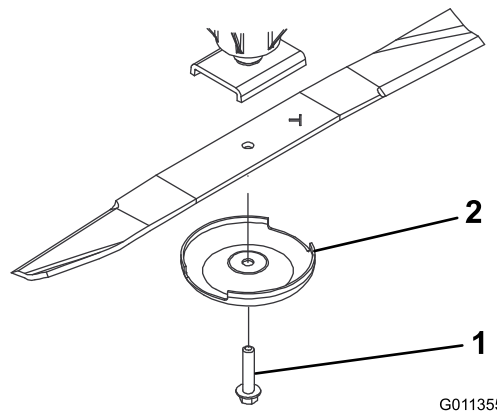

Figure 85
2. Tenez la lame par son extrémité avec un chiffon ou un gant épais. Enlevez le boulon, la coupelle de protection et la lame de l'axe de pivot (Figure 85).
3. Montez la lame, ailette vers le plateau de coupe, et fixez-la avec la coupelle de protection et le boulon (Figure 85).